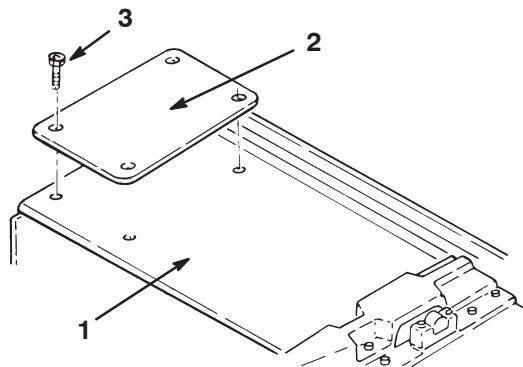

Figure 2
3. Sur les plateaux de coupe N° 2 et 3, retirez les 4 vis de couvercle situées à l'extérieur du carter d' entraînement du plateau de coupe et mettez-les au rebut. Montez une plaque de basculement sur le plateau de coupe avant gauche (N° 2) et le plateau de coupe avant droit (N° 3) au moyen des vis à tête creuse plate et des contre-écrous fournis avec les plaques de basculement (Fig. 2).
5. Sur les plateaux de coupe N° 4 et 5, retirez les 4 vis de couvercle situées à l'extérieur du carter d'entraînement du plateau de coupe et mettez-les au rebut. Des supports de basculement seront montés à leur place après l'installation des plateaux de coupe N° 4 et 5 sur les bras de levage (Fig. 2).